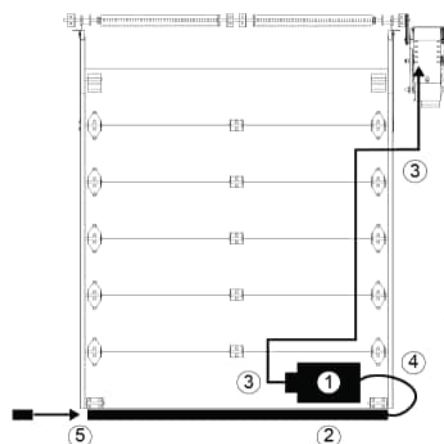

Figura 30 - Borde de detección
1. Colocar el interruptor de aire en posición, consultar la Figura 30.
1. Colocar la caja de conexiones en posición, consultar la Figura 30.